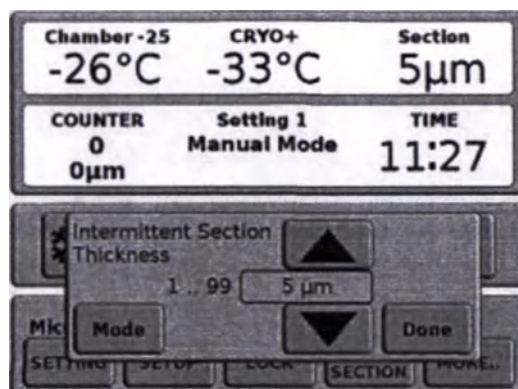

Рисунок 8.47
1. В главном меню нажмите кнопку [SECTION]. На дисплее появится экран режима прерывистого выполнения срезов (Рисунок 8.47).